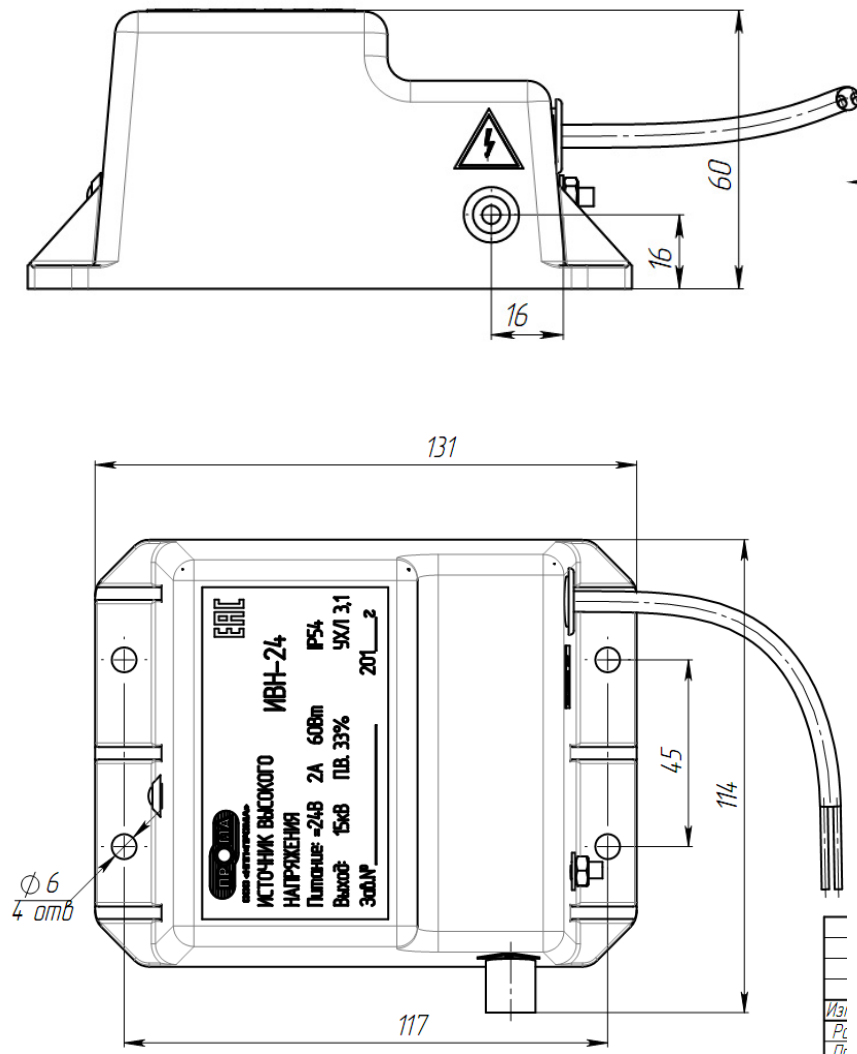

Рис.1
6.3 Закрепить ИВН на объекте винтами М5х16 и гайками М5 (4шт) в соответствии со схемой рис.1.